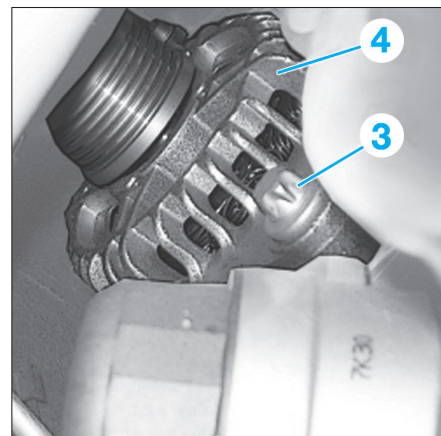

Fig. 3
- Déposer la vis inférieure (3) de l'alternateur (4) (Fig.3).